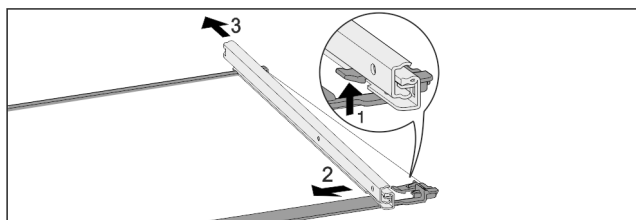

Fig. 58 Glasplatte mit Schienen
- ▶ Vorderen Rasthaken nach oben drücken. Fig. 58 (1)
- ▶ Auszugsschiene zur Seite Fig. 58 (2) und nach hinten Fig. 58 (3) wegschieben.